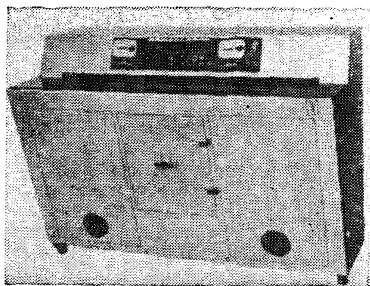

Рис. 51. Репрограф
9.14. Репрограф (рис. 51) предназначен для микрофильмирования листовых документальных материалов и увеличения снятых материалов до натуральной величины.